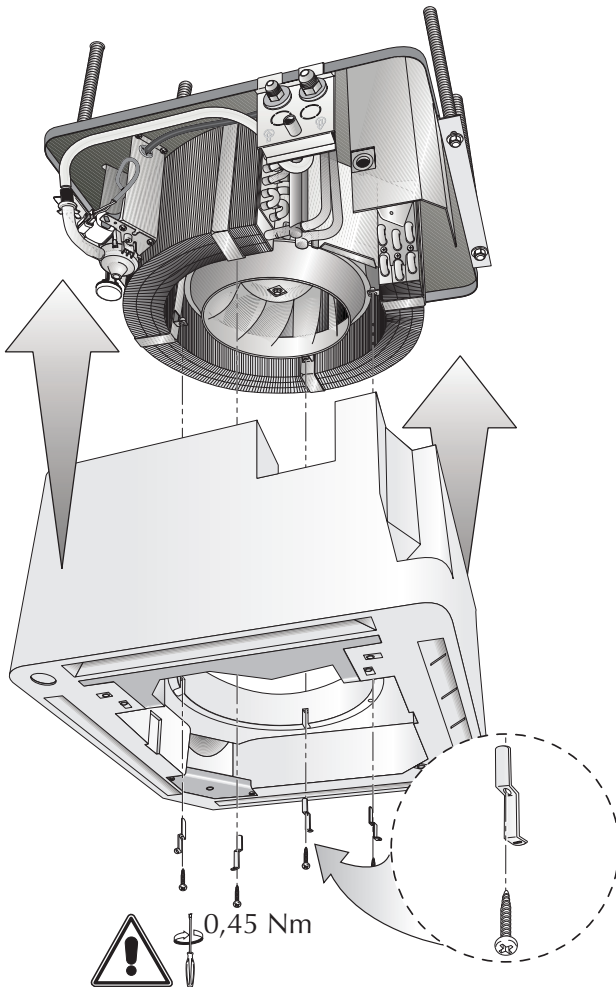

Fig. 8
- Svitare le 4 viti i fissaggio del cabinet (fig. 8);
- Posizionare il cabinet sull'unità avendo cura di accoppiarlo correttamente con la piastra attacchi; applicare le 4 squadrette (8 per le versioni binate) negli appositi alloggiamenti del cabinet e su queste avvitare le viti alle staffe batteria (fig. 8).